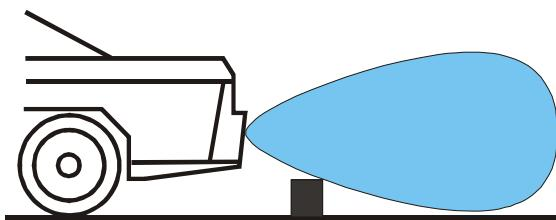

Рис. 10
**7.2** Минимальное расстояние обнаружения бордюра (и других низко расположенных объектов), т.н. ширина «вертикальной мертвой зоны», зависит от высоты и угла установки датчиков (см. рис. 10). Например при высоте установки датчиков 60 см, минимальное расстояние обнаружения бордюра высотой 20 см будет около 70 см, а при высоте датчиков 40 см и угле наклона 7° минимальное расстояние обнаружения такого бордюра бу